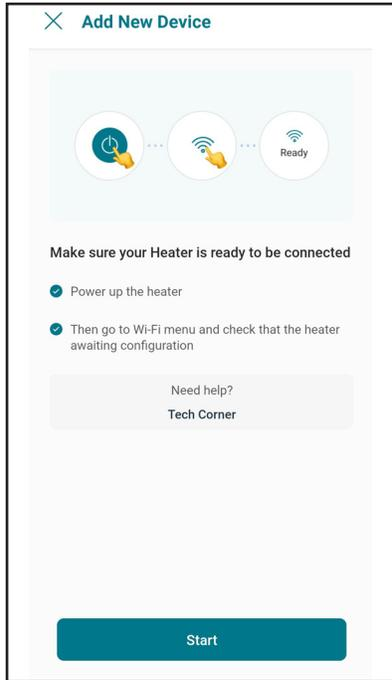

Figure 14. Vérification des préalables
1. L'écran "Check your Device" s'affiche. Assurez-vous que l'appareil est sous tension et que le signal Wi-Fi est présent, puis appuyez sur le bouton "Ready", voir **Figure 14**.